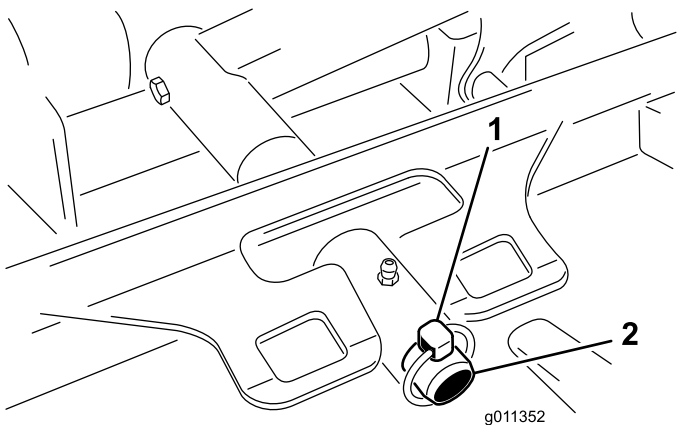

図 80
3. カッティングユニットのキャリアフレームを昇降アームのピボットピンに固定しているリンチピンをランドマスター4500またはリテーナナットランドマスター 4700を外す **図 80**。
2. カッティングユニットのキャリアフレームを昇降アームのピボットピンにセットする **図 80**。カッティングユニットをピンに取り付けるリンチピンランドマスター 4500またはリテーナナットランドマスター 4700を使用する。